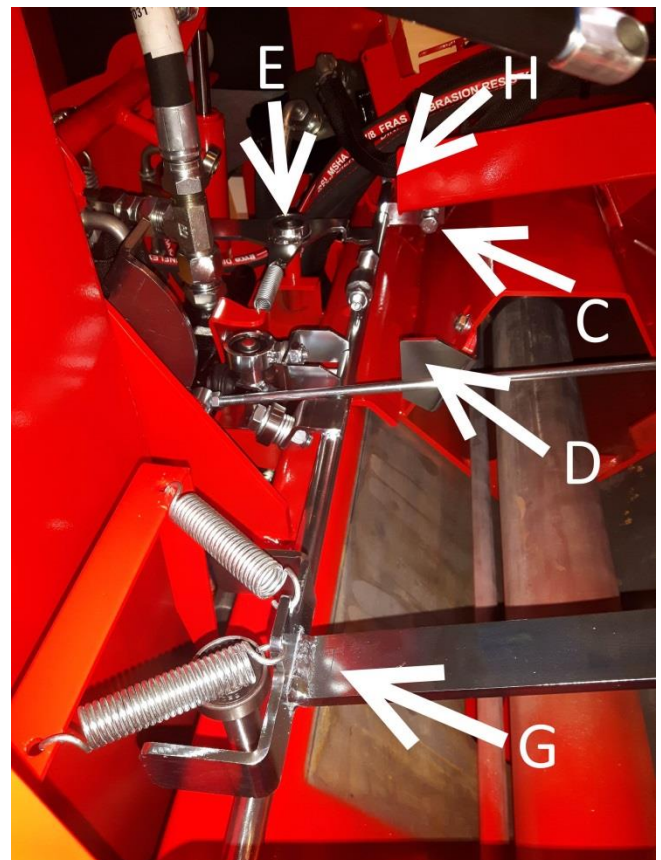
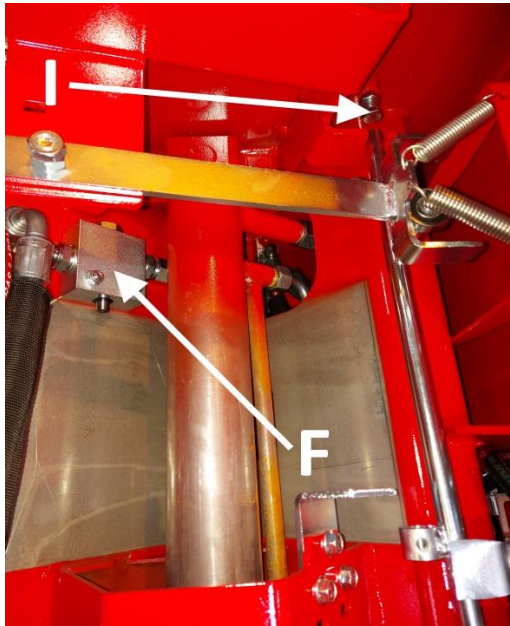

Рис. 18
Рис. 19
Внимание! При необходимости поверните пластину измерительного устройства в нужное положение исходя из толщины чурки. (См. рис. 18 и рис. 19).
4. Регулировочным винтом **C** устанавливается длина хода цилиндра колуна, то есть на каком этапе клапан колуна поворачивается из положения раскалывания в положение обратного хода (Рис. 18). Если ход, например, слишком короткий (цилиндр колуна не подходит к расклинивающему лезвию достаточно близко), вращайте регулировочный винт **C** в противоположную сторону от пластины **D**, т. е. закручивайте его, и наоборот.
5. Клапан **F** (Рис. 19) останавливает цилиндр после раскалывающего движения. Начальное положение не регулируется.
Внимание: рычаг колуна **G** приводит в движение тот же стержень колуна **E**, что и при активации режима раскалывания при пилении. (Рис. 18)
Крайние положения клапана колуна ограничиваются болтами **H** и **I** (Рис. 18 и Рис. 19). Регулировку менять не требуется, только заменять изношенный болт новым!
7. Усилитель хода, втулка J и стержень. Рис. 19 (через каждые 200 часов)